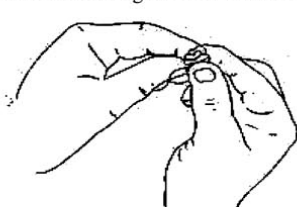

Fig.25
5. Exprima el filtro para expandir y retirar el aceite que sobra. (Fig.25).